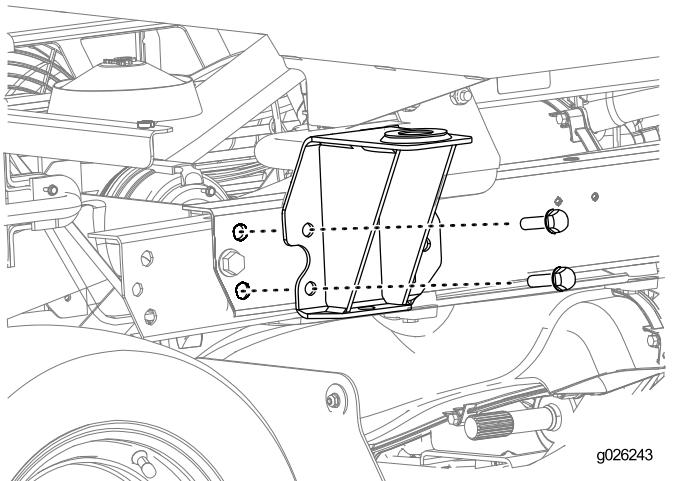

図 25
- 1. 機体に後部ブラケットを取り付ける図 25 ROPSアセンブリを取り外す (ページ 5)でROPS から取り外したボルト・ナット類を使用する。